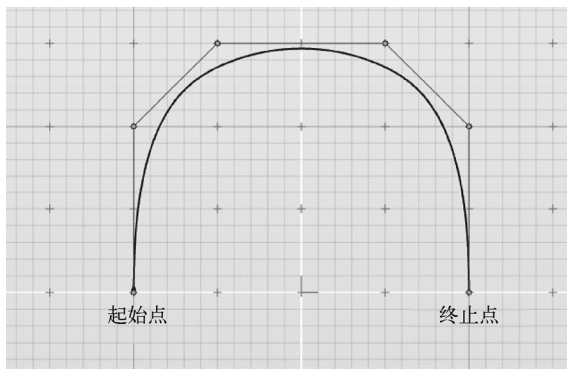

图 5-78 绘制 NURBS 曲线
1) 激活顶视图，使用 NURBS 曲线工具，绘制图 5-78 所示的曲线。